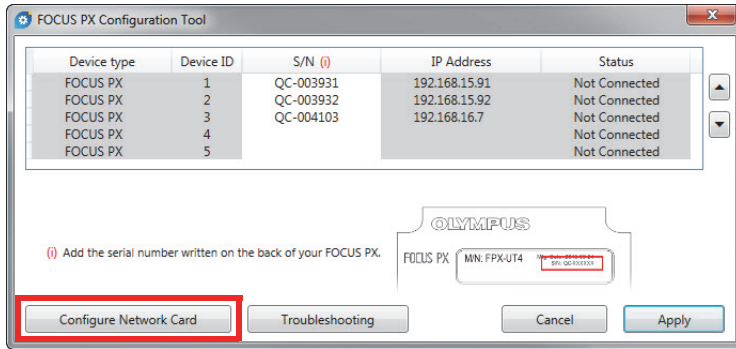

图 5-2 启动网卡的配置
3. 点击 **Configure Network Card**（配置网卡）（参见第 20 页的图 5-2）。